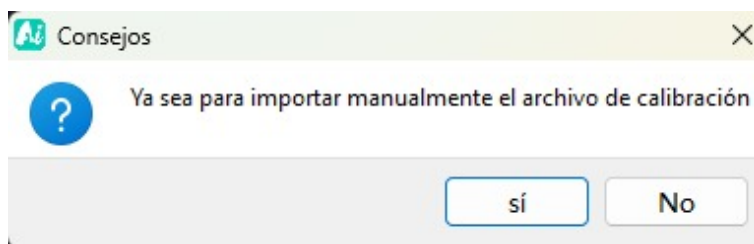

Figura 5
2.2.1. Si es la primera vez que se usa el sensor y se pulsa “Abrir”, el programa abrirá una ventana (Figura 5) para elegir y cargar el fichero de calibración.